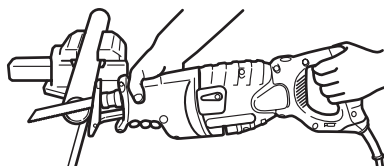

Fig. 20
(1) Fixer solidement la pièce avant de procéder. (Fig. 20)
(2) Pour la coupe de métaux, utiliser de l'huile de machine appropriée (huile de turbine, etc.). Si l'on n'utilise pas d'huile de machine liquide, appliquer de la graisse sur toute la surface de la pièce.
(3) Utiliser la molette pour régler la vitesse de la lame en fonction des conditions de travail et du matériau.